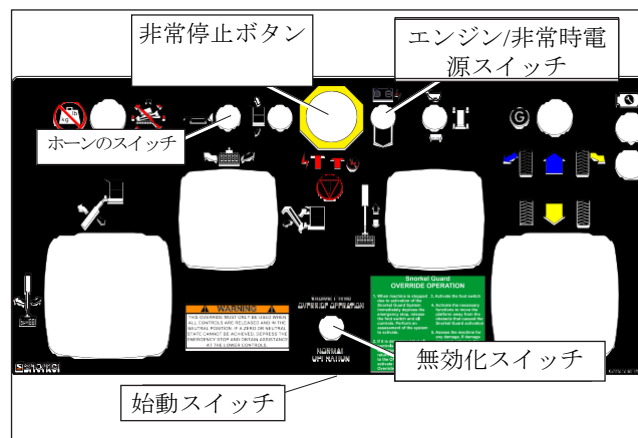

図 7.13 - 上部操作盤
3. 上部操作盤で、非常停止ボタンを引き出します（図 7.13 を参照）。
3. 上部操作盤で（図 7.13 を参照）、非常停止ボタンを引き出し、始動スイッチをオンにします。
ホーンスイッチ（図 7.13 を参照）を上向きに保持し、警告音で近くの人員に警告できることを確認します。
3. 上部操作盤で非常停止ボタンを外側に引き出します（図 7.13 を参照）。